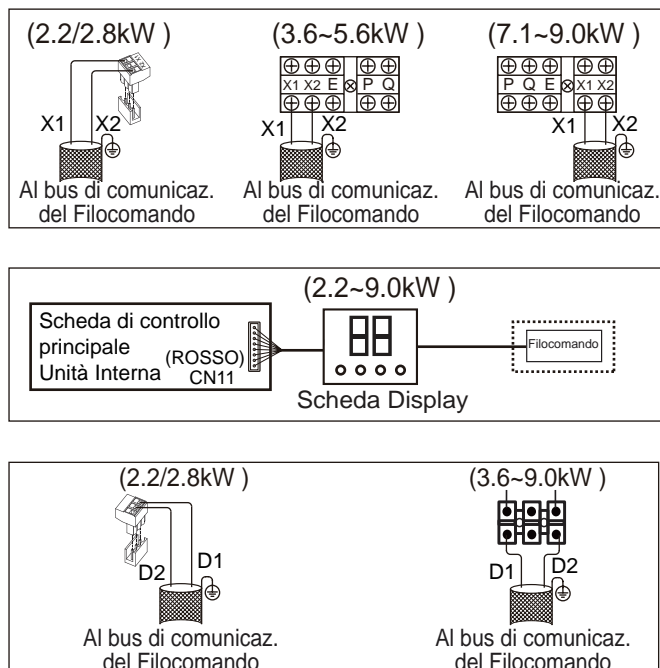

Figura 6.10
- Per la procedura specifica di collegamento, fare riferimento alle istruzioni nel corrispondente Manuale del Filocomando, per eseguire il cablaggio e le connessioni. Le porte X1, X2, D1, D2 ai lati della scheda di controllo e la porta di comunicazione unidirezionale (lato scheda Display) sono per diversi tipi di Filocomando (vedi Figura 6.10).